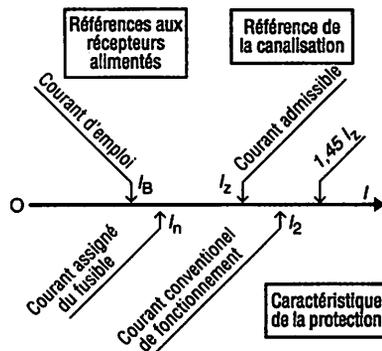

Fig. 1 : Protection par fusible.
a) Protection par fusibles (fig. 1)